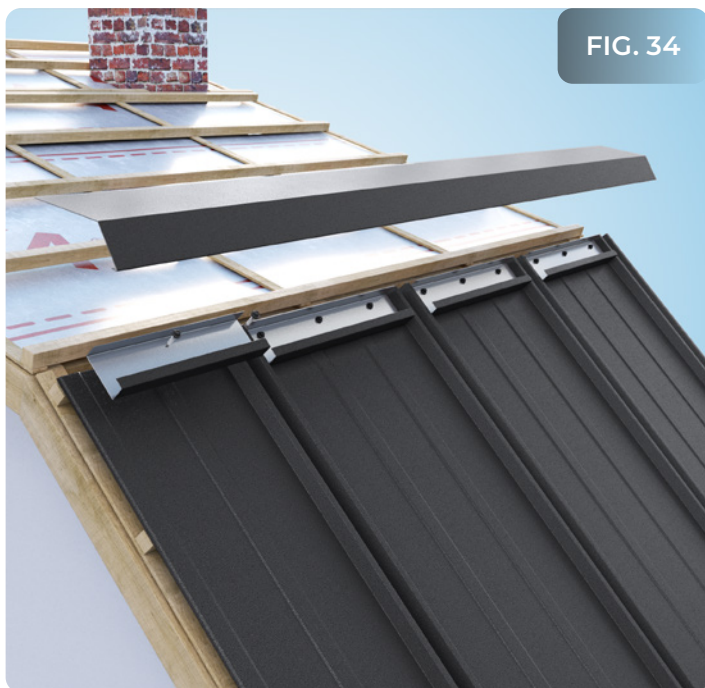

FIG. 34
2. Suportul de coamă se fixează de șipcă cu șuruburi autoforante cu cap plat - fig. 34.
3. Ruperea pantei se prinde în partea inferioară cu șuruburi autoforante cu garnitură (4,8 x 20). Prinderea se face pe cutele panoului și pe suportul de coamă. În partea superioară se fixează de șipcă cu șuruburi autoforante cu cap plat - fig. 34, 35.